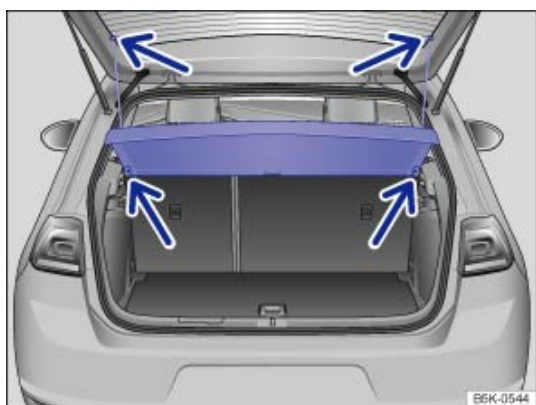

Fig. 98 Dans le coffre à bagages : dépose et repose du couvre-coffre.
- Décrochez les sangles de retenue du hayon → Fig. 98 (flèches du haut).
- Tirez le couvre-coffre vers le haut pour le faire sortir des fixations latérales → Fig. 98 (flèches du bas).
- Poussez le couvre-coffre par le haut dans les fixations latérales → Fig. 98 (flèches du bas).
- Accrochez les sangles de retenue au hayon → Fig. 98 (flèches du haut).